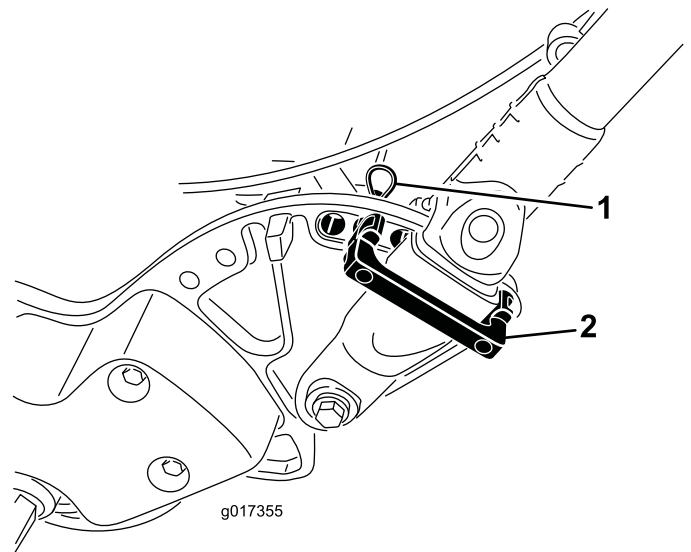

Figura 28
1. Retire los pasadores de horquilla de los seguros del retención del manillar en cada lado del cortacésped (Figura 28).
2. Sujetando el manillar, retire los pasadores de horquilla de cada lado y gire el manillar a la posición de operación deseada (Figura 28).